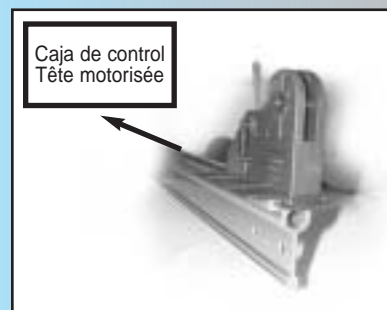

Fig. 1-15
- Resbale el corredizo en el riel. **Fig. 1-15.**
- Faire glisser le chariot sur le rail. **Fig. 1-15.**